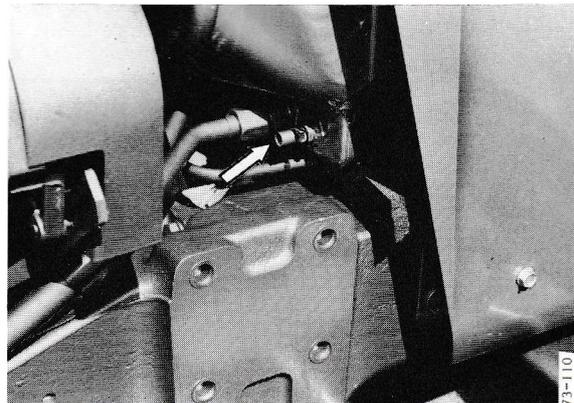

Figure 54
- Le robinet à la base du radiateur (arrière droit) fig.54